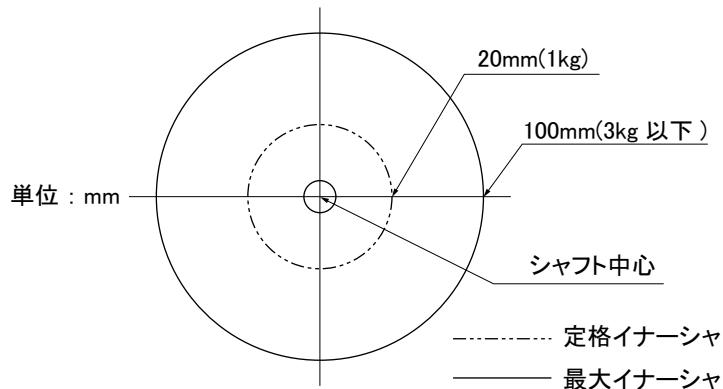
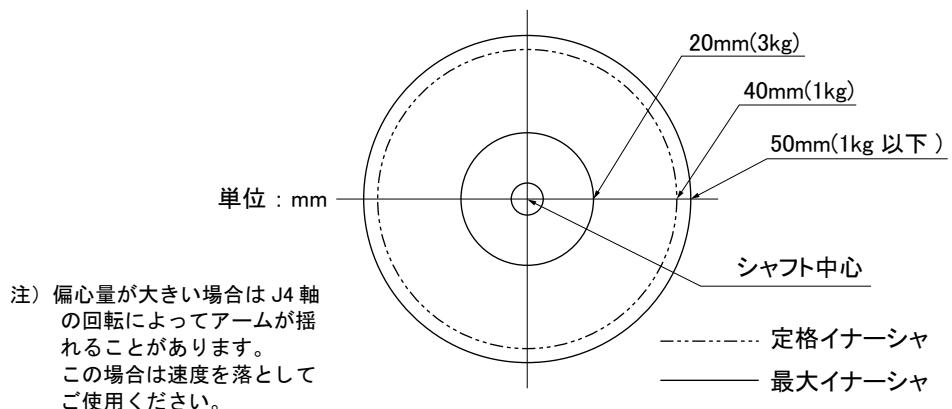

図 2-3 : RH-3FRH シリーズの負荷重心位置(比較的負荷体積が小さい場合)
図 2-7 : RH-3FRHR シリーズの負荷重心位置 ( 比較的負荷体積が小さい場合 )
- (2) 図 2-3～図 2-7に負荷の体積が比較的小さい場合の重心位置の分布寸法を示しています。図を参考にしてツーリングの設計をしてください。
図 2-3～図 2-7に記載の最大イナーシャ時の円の内側でご使用ください。